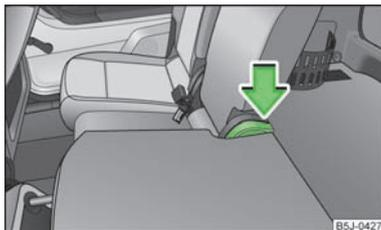

Fig. 41
- Premere la leva » fig. 41 e ripiegare lo schienale. Tirando, accertarsi che lo schienale sia correttamente bloccato.